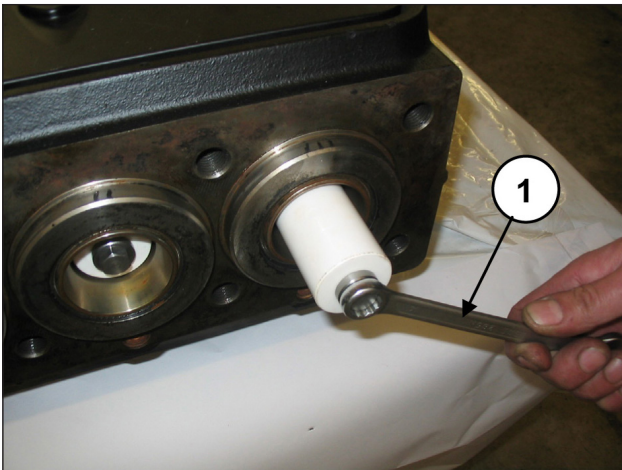

Fig. 151
Desmontar los pistones aflojando los tornillos de fijación (pos. ①, Fig. 151).